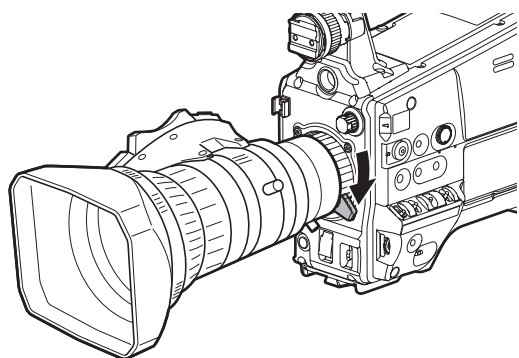

Fig. 3
- 3** Abaissez le levier d'objectif pour bien serrer l'objectif. (Fig. 3)